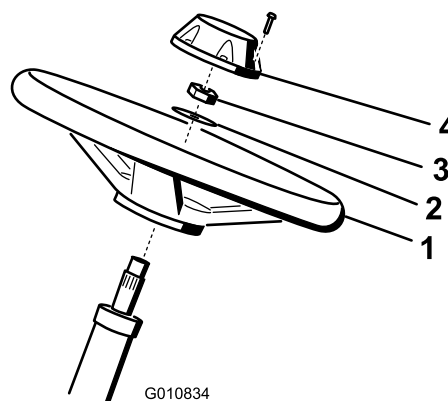

Figura 3
1. Faça deslizar o volante para a coluna de direcção (Figura 3).
2. Faça deslizar a anilha para a coluna de direcção (Figura 3).
3. Fixe o volante na coluna com uma porca de bloqueio e aperte-a com 27 a 35 Nm (Figura 3).
4. Instale a tampa no volante e fixe-a com um parafuso (Figura 3).